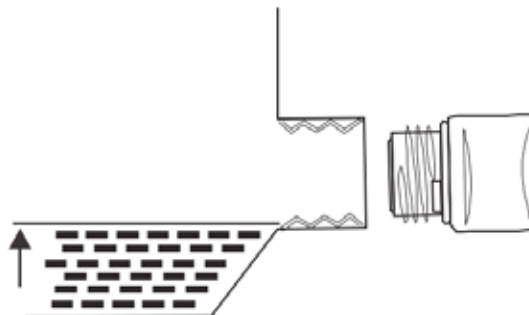

Figura 4: Nivel correcto de aceite del motor
4. No llene en exceso, si el nivel de aceite es demasiado alto, el aceite se drenará a través del tapón de llenado. Vea el nivel de aceite correcto en la Figura 4.
- El motor está lleno de aceite del motor (consulte la Figura 4: Nivel correcto de aceite del motor).